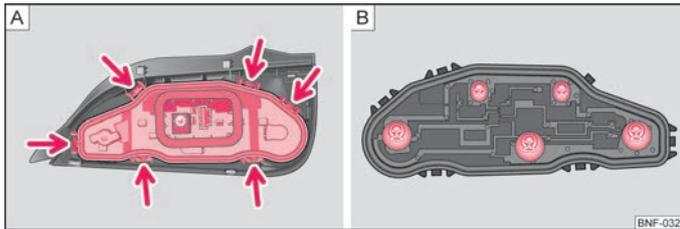

Abb. 124 Rückleuchte: Glühlampen auswechseln
- Entriegeln Sie den Lampenhalter an den Verriegelungslaschen (Pfeile) ⇒ Abb. 124 - [A] und nehmen Sie den Lampenhalter aus der Rückleuchte heraus.
- Drücken Sie die defekte Lampe in die Fassung, drehen Sie diese **entgegen dem Uhrzeigersinn** und nehmen Sie diese heraus ⇒ Abb. 124 - [B].